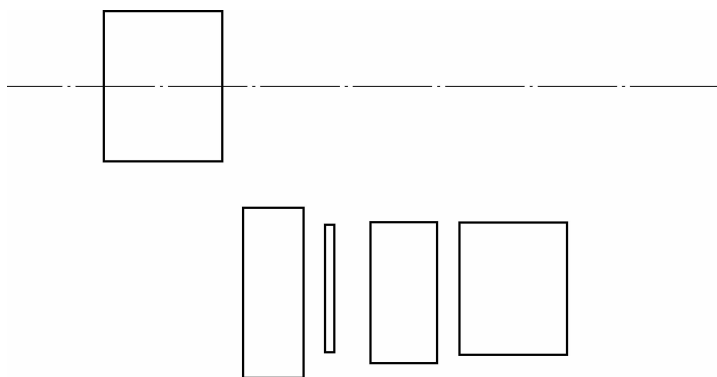

图 2-7 绘制轴线
(3) 利用“对象捕捉”功能绘制轴线，结果如图 2-7 所示。